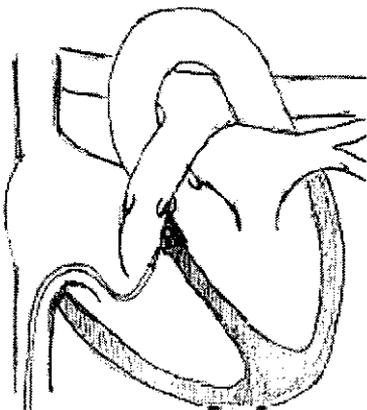

Fig. 12: Configuración final de la bobina
• (Fig. 12) A continuación, tire cuidadosamente de todo el sistema, incluyendo el introductor, para sacarlo por la válvula aórtica hacia el tracto de salida ventricular izquierdo. Continúe tirando para que la bobina entre en el defecto, donde comenzará a adaptarse a su contorno automáticamente. El introductor y el catéter de implante mantienen la misma posición entre sí.